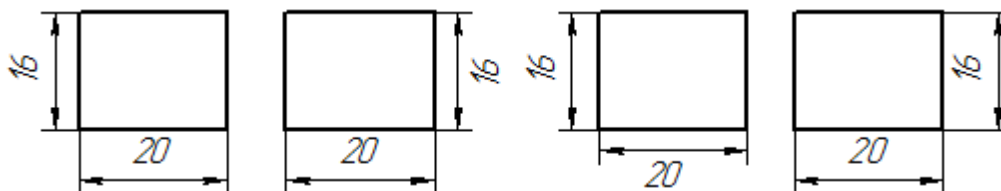

Рис. 1                      Рис. 2                      Рис. 3                      Рис. 4
- рис. 1                      рис. 2                      рис. 3
- 1) рис. 1;